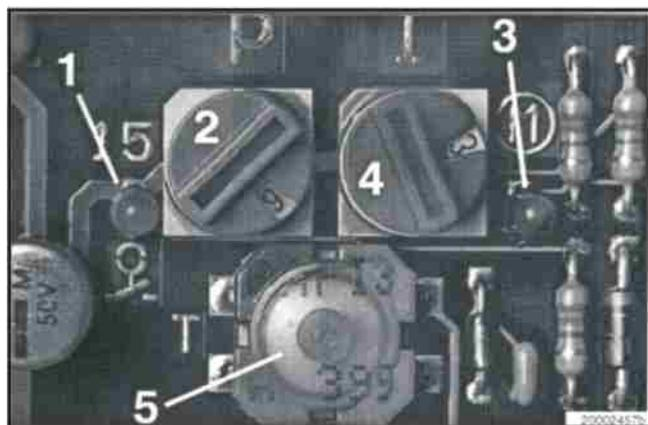

Рис. 8. Электронная плата со светодиодами и переключателями рабочего времени и времени паузы;
- Для визуального контроля напряжения (+, - контакт с машиной, 30,15 или 54), которое подается на электронную плату, предназначен светодиод (1) (рис. 8), расположенный с левой стороны платы.
- Нажмите кнопку (5) на электронной плате и держите ее в нажатом положении не менее 2 секунд, пока не загорится светодиод (3).